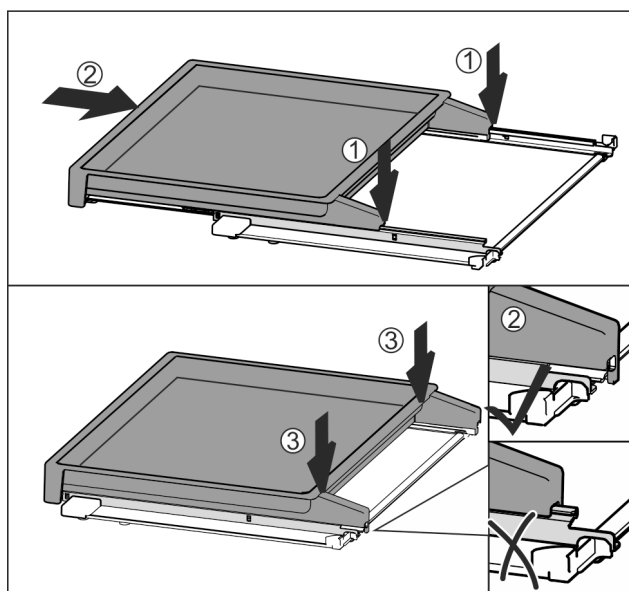

Fig. 33
- ▶ Așezați centrat pe șine Fig. 33 (1).
- ▶ Împingeți complet raftul extractibil în interior Fig. 33 (2).
- ▶ Apăsați pe partea din spate, până când acesta se cuplează cu un zgomot specific Fig. 33 (3).